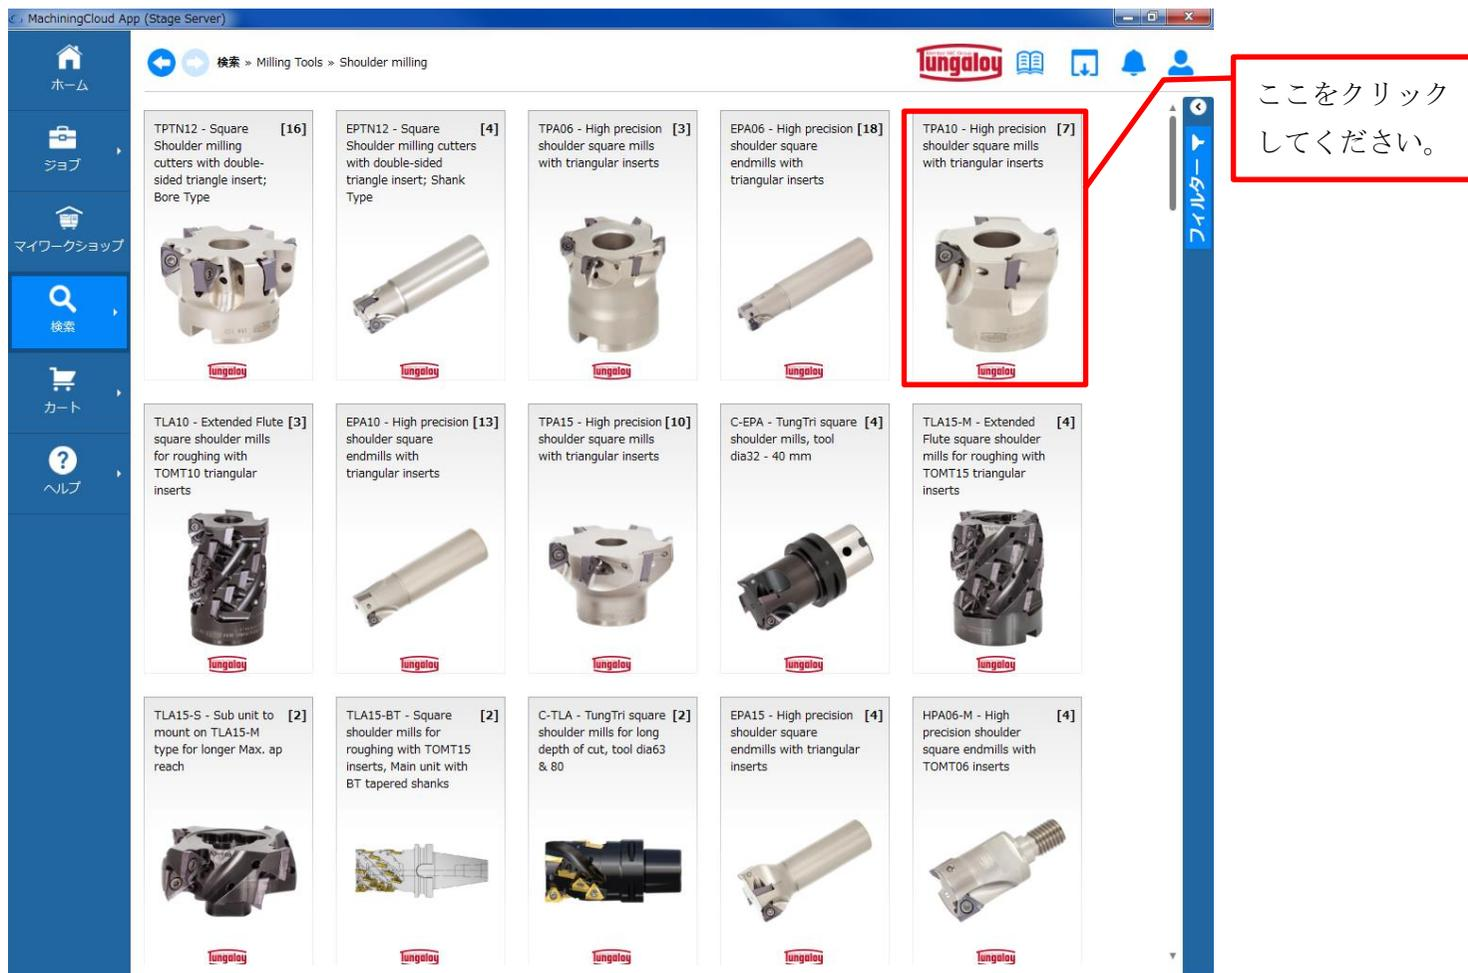

図 20 工具選択画面
(4) 工具選択画面 (図 20) が表示されます。その中の「TPA10」をクリックしてください。